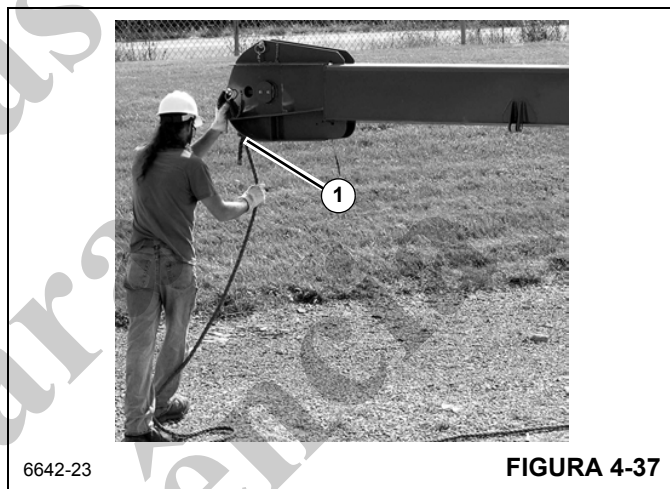

FIGURA 4-37
2. Conecte o cabo de apoio à extremidade mais fina (Figura 4-37).